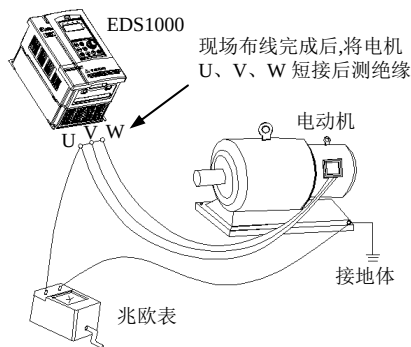

图 1-1 电机绝缘检查示意图
- (1) EDS1000 系列变频器为电压型变频器，使用时电机的温升、噪声和振动与工频运行相比较略有增加，属正常现象。
- (2) 如果需要以低速恒转矩长期运行，必须选用变频电机。若使用一般的异步交流电机低速运行时，应监控电机温度或采取强制散热措施，以防烧毁电机。
- (3) 减速箱及齿轮等需要润滑的机械装置在长期低速运行时，可能由于润滑效果变差造成损坏，请事先采取必要措施。
- (4) 若超过电机额定频率运行时，除了考虑电机的振动、噪音增大外，还必须确保电机轴承及机械装置的使用速度范围，请务必事先确认。
- (5) 对于提升设备和大惯性之类的负载，变频器常会因产生过流或过压故障而跳闸，为保证正常工作，应考虑选配适当的制动组件。
- (6) 应通过端子或其它正常的命令通道对变频器进行起停控制。严禁在变频器输入侧使用接触器等强电开关直接频繁起停操作，否则会造成设备损坏。
- (7) 如果需要在变频器输出和电机之间安装接触器等开关器件，请确保变频器在无输出时进行通断操作，否则可能会损坏变频器。
- (8) 变频器在一定的输出频率范围内，可能会遇到负载装置的机械共振点，可设置跳跃频率来避开。
- (9) 使用前,应确认电源电压在允许的工作电压范围之内,否则应做变压处理或订购特种变频器。
- (10) 在海拔高度超过 1000 米的条件下,变频器应降额使用,每增加 1500 米高度输出电流约降低额定电流的 10%。
- (11) 电机在首次使用或长时间放置后再使用之前,应做电机绝缘检查。请使用 500V 电压型兆欧表按图 1-1 所示进行检查,绝缘电阻不得小于  $5\text{ M}\Omega$ , 否则有损坏变频器的可能。